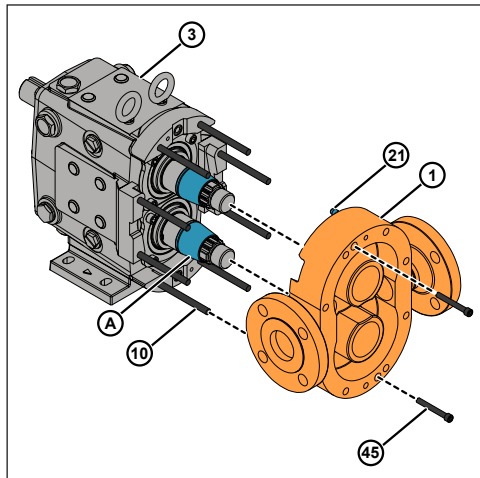

Abbildung 120 - Montage des Pumpengehäuses
1. Montieren Sie das Dornwerkzeug (A) an beiden Wellen, um es zu verhindern, dass die Lippe Abdichtungen beschädigt werden, während das Pumpengehäuse über die Wellen gezogen wird. Stellen Sie sicher, dass die Vorderseite des Dornwerkzeugs an der Hinterseite der Hülse befestigt ist, wie in Abbildung 120 dargestellt.
3. Montieren Sie das Pumpengehäuse (1) am Getriebegehäusebausatz (3), indem Sie das Pumpengehäuse mit den Gehäusestiften (10) ausrichten und die beiden Zylinderschrauben (45) schrittweise festziehen.